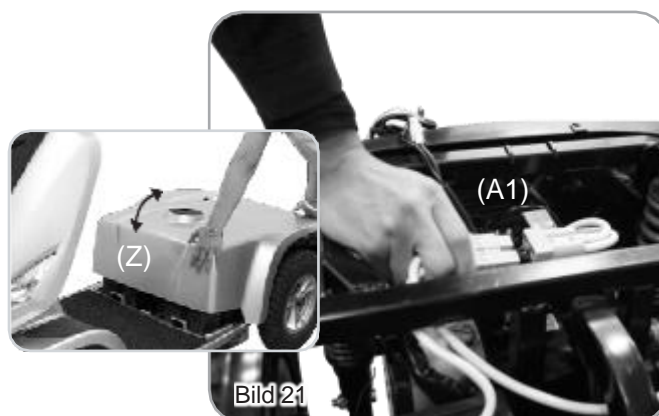

Bild 21
2. Koppla loss en batterikontakt (A1) (Bild 21).